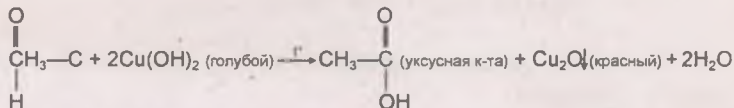

Рис. 195
Дополнительная реакция окисления альдегидов с гидроксидом меди (II) — рис. 195.